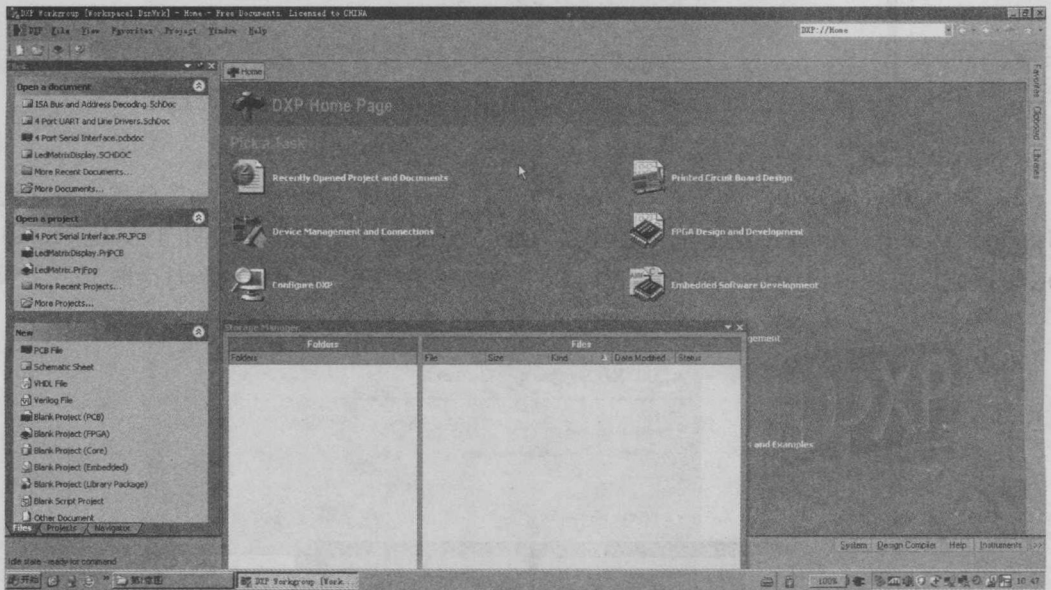

图 1-4 注册完成后的 Protel DXP 工作界面
3) 注册完成后的 Protel DXP 工作界面如图 1-4 所示。